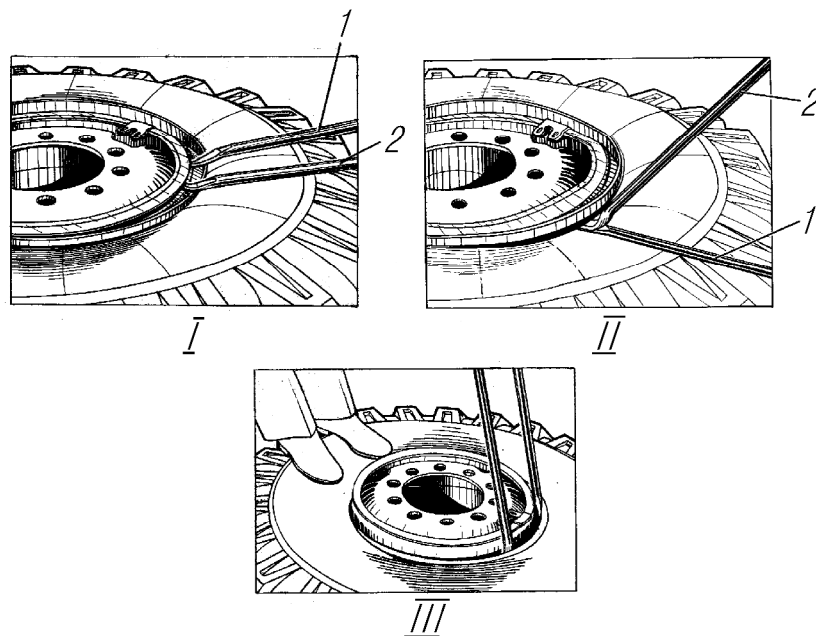

Рис. 45. Разборка колеса:
2. Снять борт шины с посадочной полки обода, для чего ввести плоский конец короткой монтажной лопатки в демонтажный паз между бортовым и замочным кольцами и отжать бортовое кольцо вниз, в образовавшийся зазор ввести рядом плоский конец второй монтажной лопатки (рис. 45, I). Нажимая на обе лопатки и поочередно переставляя их по кругу на расстоянии $50-100$ мм друг от друга, несколько осадить бортовое кольцо вместе с бортом шины вниз, а затем, применяя крюкообразный конец большой
- между короткой лопаткой и бортовой закраиной (бортовым кольцом) завести крюкообразный конец большой монтажной лопатки так, чтобы плоский конец короткой монтажной лопатки разместился в ее пазу (допускается применять молоток) и, опираясь пяткой второй лопаткой о первую, надежно зацепившись ее крюкообразным концом за бортовое кольцо, одновременно отжимая обе лопатки (рис. 45, II), осадить борт шины вниз;
- ввести плоские концы монтажных лопаток между ободом и бортом шины в зоне вентиля на расстоянии 200- 250 мм друг от друга (рис. 45, III) и, нажимая на них, переместить часть борта через посадочную полку вверх (вывести его наружу обода). При этом противоположная часть борта шины должна обязательно находиться в монтажном ручье обода;